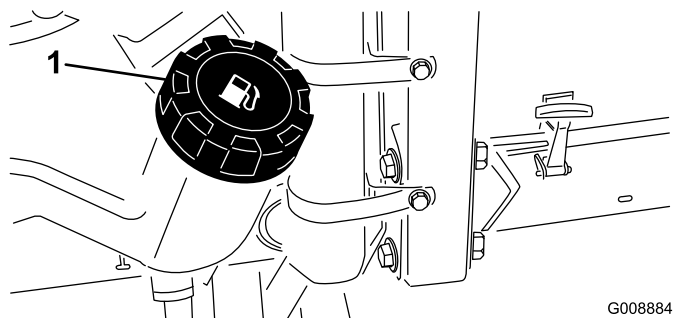

Figura 22
1. Pulite l'area circostante il tappo del serbatoio carburante (Figura 22).